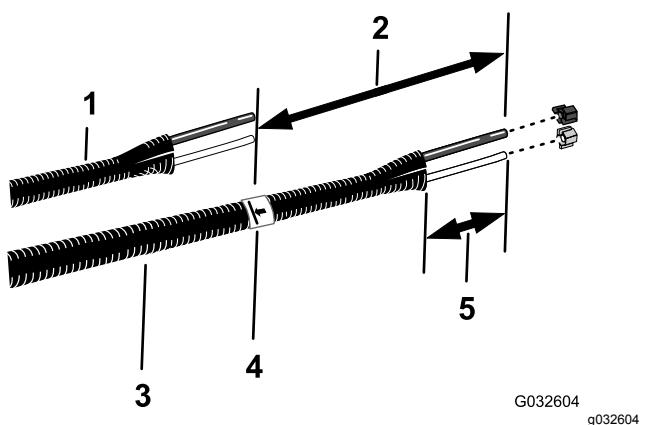

Figura 20
6. Allineate i vecchi tubi del liquido e dell'aria (Figura 20) al nuovo gruppo tubi (N. cat. Toro 114-9553).
8. Nel nuovo gruppo tubi, aggiungete una lunghezza di 26 cm dal segno marcato nella fase **7**, contrassegnate il gruppo tubi e tagliate i tubi sul secondo (e più lungo) segno (Figura 20).
10. Rimuovete 77-102 mm di guaina attorno a ciascun'estremità del gruppo tubi (Figura 20).